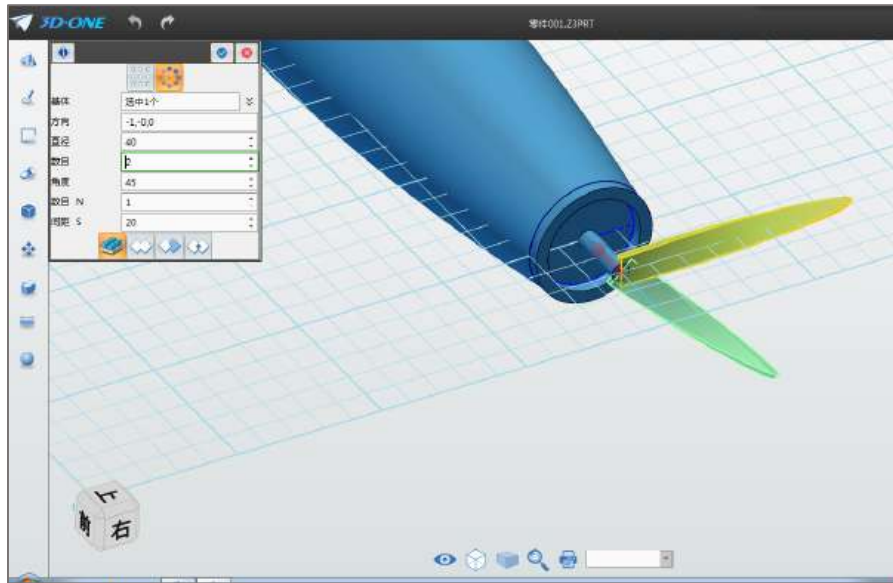

图 2-15
Step 15 方向选择圆柱轴线，或者输入 $(-1, 0, 0)$ ，如下图 2-15 所示：